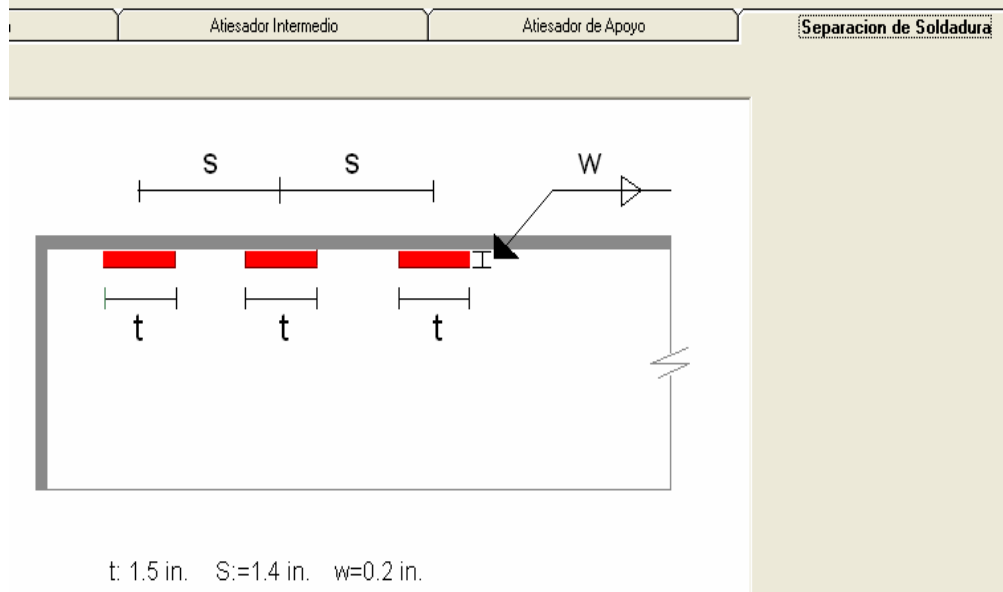

Figura 6.6 Dimensiones de soldaduras.
5. Las soldaduras se observan en la Figura 6.6.